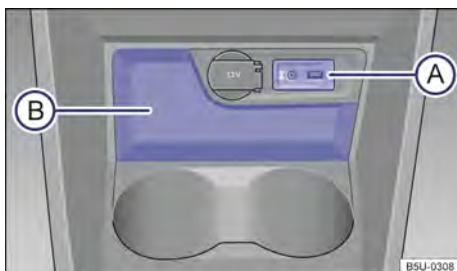

Fig. 101 No console central dianteiro: porta-objetos. ▶
No console central dianteiro, existe um porta-objetos aberto → Fig. 101 (B).